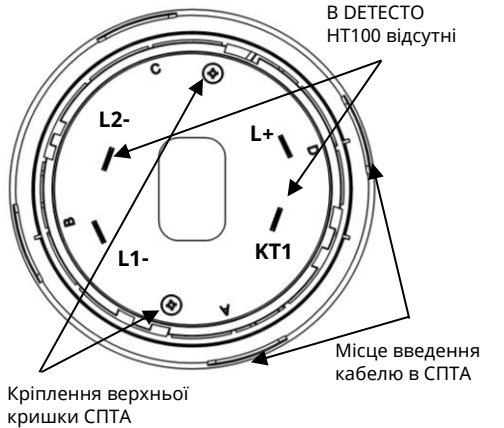
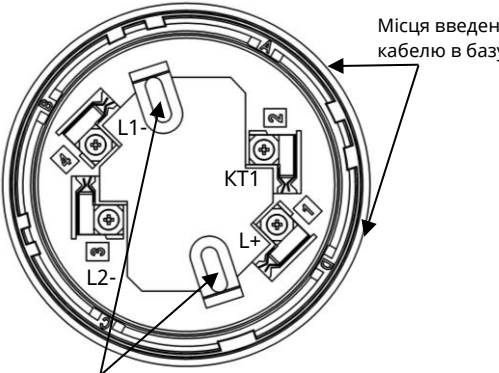

Рисунок 3.1 – Вигляд СПТА з боку контактів
Рисунок 4.1 – Розташування клем на базі СПТА
L2-	Клема підключення мінусового дроту АІ. В СПТА DETECTO HT100 ця клема відсутня (Рис. 3.1).
КТ1	Клема для підключення ВПОС. В СПТА DETECTO HT100 ця клема відсутня (Рис. 3.1)
- 2) встановити базу на рівній поверхні, прикріпити шурупами або гвинтами згідно з Рис. 4.1, після затягування яких база не повинна бути деформована.
- 3) закріпити дроти АІ в гвинтових клемах бази відповідно до Рис. 4.1 і таблиці 3.1. В базі СПТА DETECTO HT110 чотири клемі, в СПТА DETECTO HT100 – дві клемі;
4.3 Для випадків, коли кабель всередину бази заводять збоку, в самій базі та в кришці СПТА передбачені вікна, потрібні з яких вирізають. Ці вікна промарковані літерами «А», «В», «С», «D» (Рис. 3.1, Рис. 4.1).